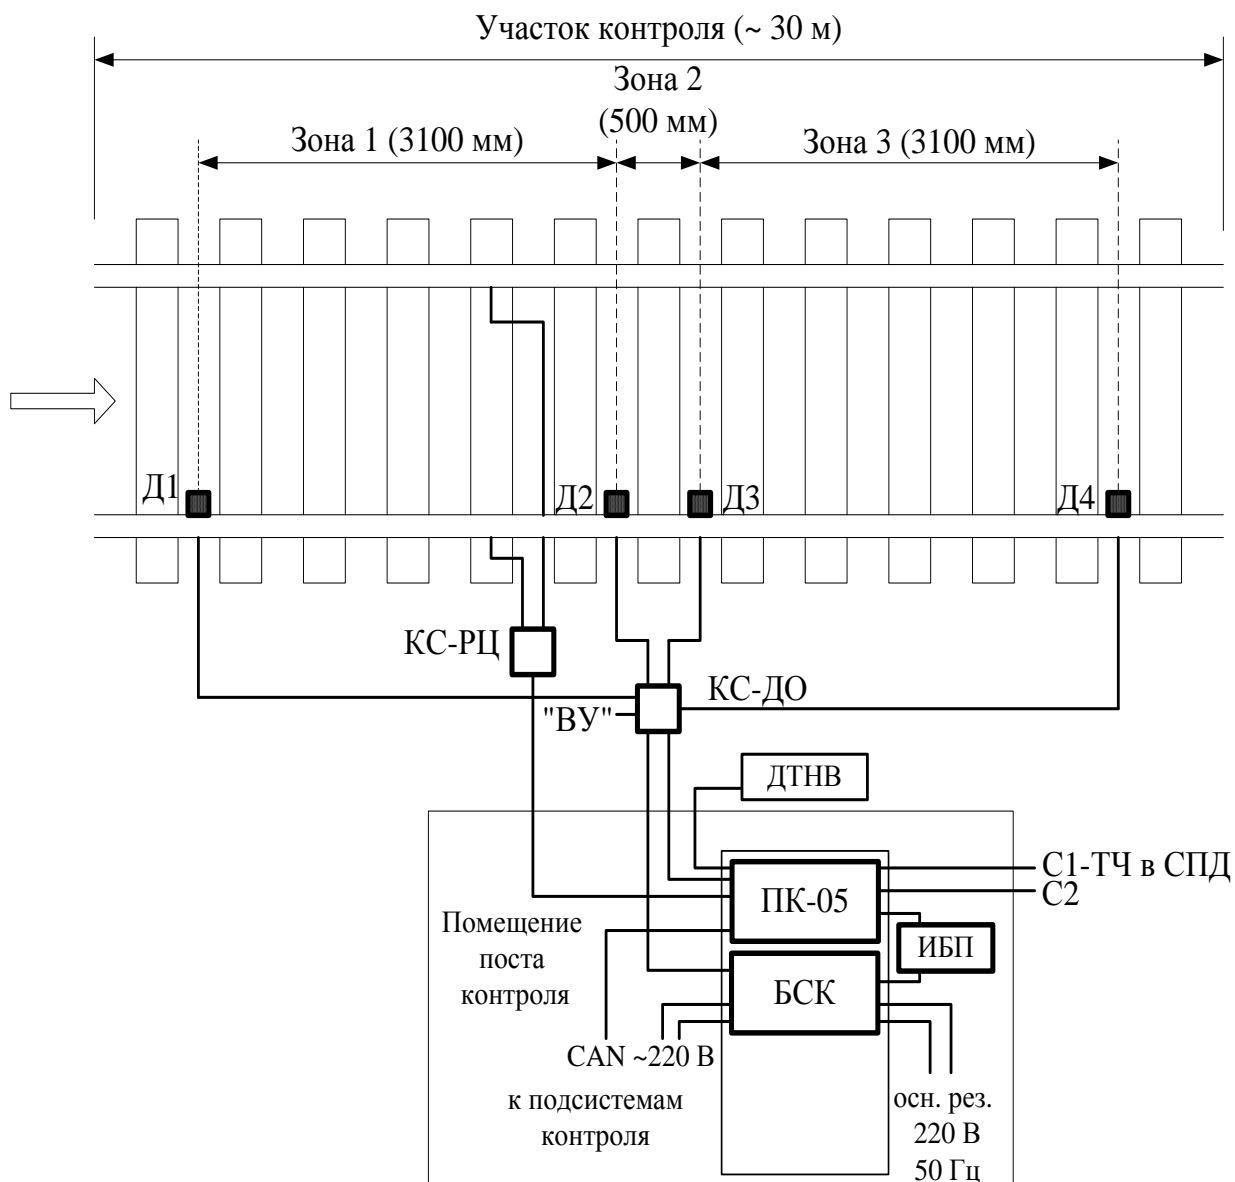

Рисунок 6.1 Базовая подсистема комплекса КТСМ-02.
1. Объясните, почему на структурной схеме КТСМ-02 (рисунок 6.1) отсутствуют напольные камеры;